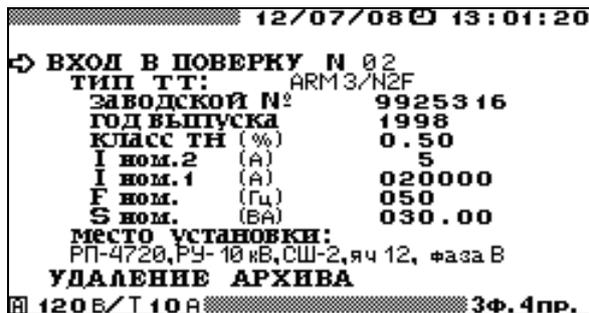

Рисунок 4.6.2 Окно параметров поверки трансформаторов тока
В окне входа в поверку ТТ (рисунок 4.6.2) отображаются параметры поверяемого ТТ, перемещение по пунктам осуществляется с помощью клавиш  $\downarrow$  и  $\uparrow$ .
В окне ввода параметров поверяемого ТТ (рисунок 4.6.2) задаются:
Для изменения любого из параметров, соответствующих выбранному типу ТТ (рисунок 4.6.2), необходимо подвести курсор к соответствующему параметру и нажать клавишу 'ENT'. В открывшемся окне с помощью цифровой клавиатуры и клавиш ←, → ввести нужные значения. Для ввода нового значения необходимо нажать клавишу 'ENT', для отказа от ввода набранного значения необходимо нажать клавишу 'ESC'.
- заданное в окне параметров поверки (рисунок 4.6.2) номинальное значение полной мощности поверяемого ТТ (ВА);
- заданное в окне параметров поверки (рисунок 4.6.2) номинальное значение тока вторичной обмотки (А)